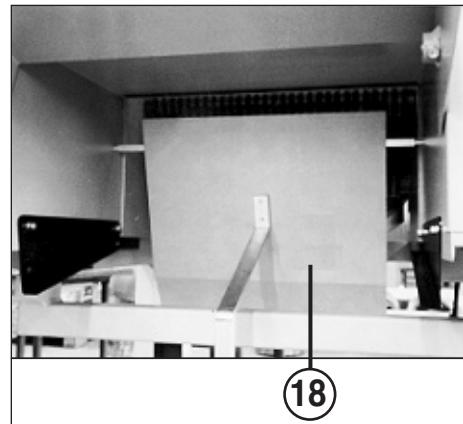

Abb. 3
- ist der **Verriegelungsschalter (2)** entriegelt?
- ist der **Hauptschalter (1)** eingeschaltet?
- ist die **Not-Aus-Leiste (14)** entriegelt? Rote Schiene am Tisch herausziehen.
- ist der **Auffangbehälter (23)** vollständig untergeschoben?
- ist der **Auffangbehälter (23)** voll? Der Behälter muß geleert werden.
- ist die **Schaltklappe (18)** (Abb. 3) für die „Aufangbehälter voll“-Anzeige frei beweglich? Muß im Bedarfsfalle gängig gemacht werden.